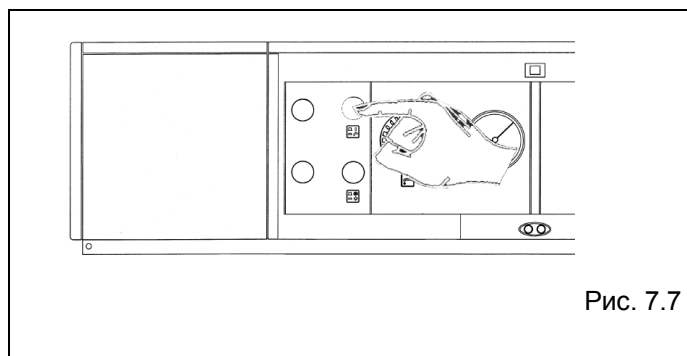

Рис. 7.7
- нажмите выключатель бойлера и убедитесь в том, что погас зеленый световой индикатор (Рис. 7.7).